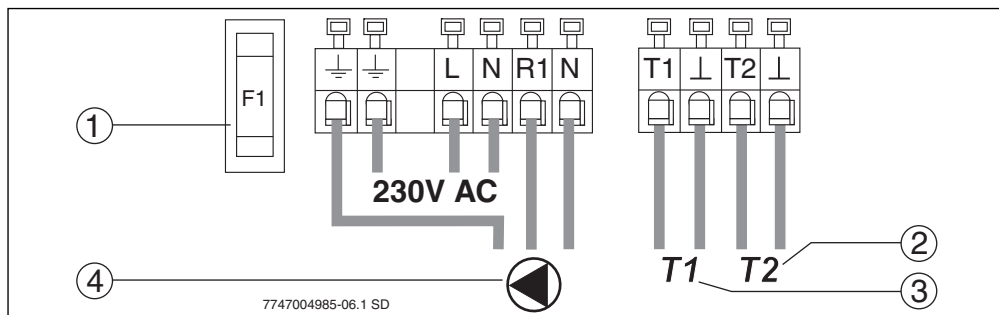

Fig. 12 Esquema de ligações
- ▶ Ligar os cabos conforme o esquema de ligações (→ fig. 12) e a aplicação do controlador (→ tab. 1, página 21).